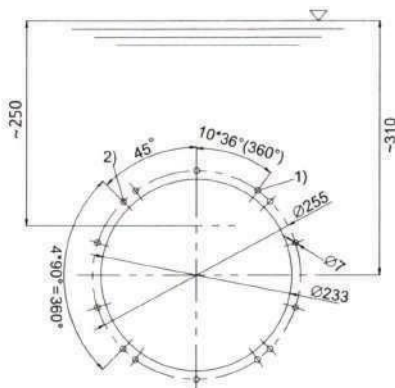

bild 3.
- C) Fäst motströmsanordningens frontplatta på poolväggen med 10 M6-skruvar (bild 3, 4).
B) Var uppmärksam på att hålen används korrekt (bild 3).